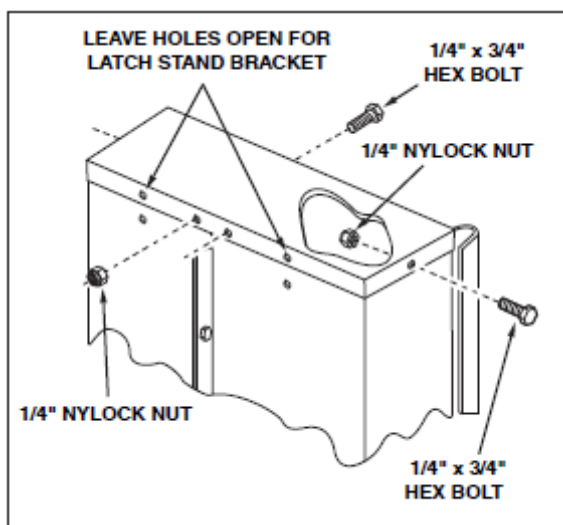

Рис. 4
9. Присоедините переднюю панель к противоположной стороне тележки с помощью 4-х болтов (1/4x3/4) и гаек (1/4) как показано на рис. 4. Оставьте два отверстия на днище панели (рис. 4). Затяните болты в нижней части и по бокам передней панели.